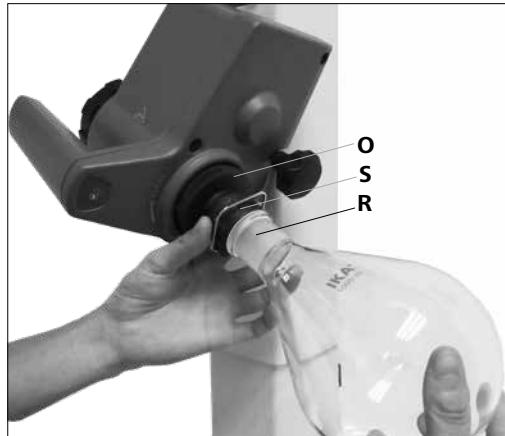

Fig. 15a
- エバポレータフラスコを蒸気/パイプ (**R**) に取り付けます。(Fig. 15a)